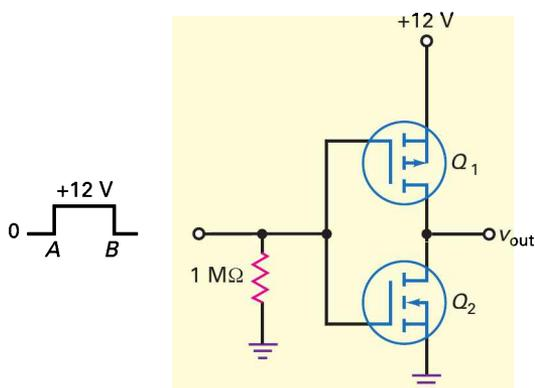

Figure 12.53
12.20 Le MOSFET de la figure 12.53 présente $R_{DS(on)} = 250 \Omega$ et $R_{DS(off)} = 5 M\Omega$. Quelle est la valeur du signal de sortie ?
12.21 Le MOSFET supérieur de la figure 12.53 possède les valeurs suivantes : $I_{D(on)} = 1 \text{ mA}$; $V_{DS(on)} = 1 \text{ V}$; $I_{D(off)} = 1 \mu\text{A}$; $V_{DS(off)} = 10 \text{ V}$. Que vaut la tension de sortie quand la tension d'entrée est basse ? Quand elle est haute ?
12.22 Un signal rectangulaire de valeur crête 12 V et de fréquence 1 kHz est appliqué sur l'entrée du montage de la figure 12.53. Décrivez le signal de sortie.
12.23 D'après la figure 12.53, pendant la transition de bas à haut la tension d'entrée vaut 6 V pendant un instant. À ce moment, les deux MOSFET ont une résistance active $R_D = 5 \text{ k}\Omega$. Quel est le courant drain à ce moment ?
- 12.41** L'inverseur CMOS de la figure 12.53 utilise des MOSFET avec $R_{DS(on)} = 100 \Omega$ et $R_{DS(off)} = 10 \text{ M}\Omega$. Quelle est la puissance consommée par le montage au repos ? Si un signal rectangulaire est à l'entrée et le courant moyen dans Q_1 vaut $50 \mu\text{A}$, quelle est la consommation moyenne de puissance ?